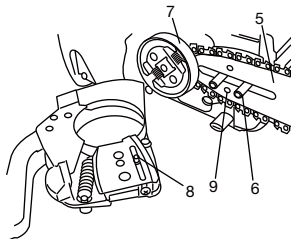

Fig. 3
3. Installer le guide de chaîne (5) sur les boulons (6), puis le pousser au maximum vers le pignon (7). S'assurer que le moyeu du boulon de réglage de tension de chaîne (8) s'adapte correctement dans le trou dans le trou du guide de chaîne (9). (Fig. 3)
Déplacez légèrement le guide-chaîne vers l'avant et vers l'arrière jusqu'à ce que l'ergot (8) pénètre correctement dans le trou du guide-chaîne (9). (Fig. 3)